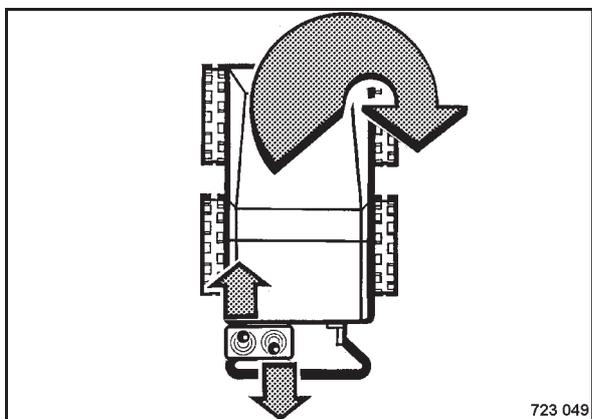

Bild 51
- rechten Fahrhebel (Bild 51) nach hinten ziehen und linken Fahrhebel nach vorne drücken.